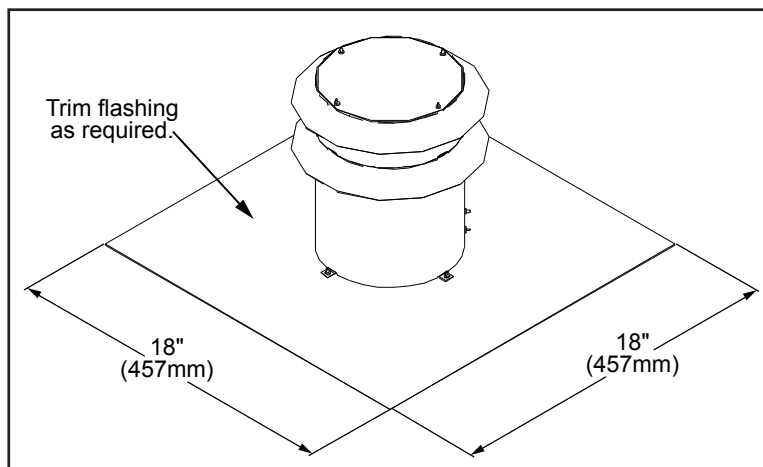

Figure 29: Dimensions du Bouchon Vertical de Conduit
**Note:** Pour une cheminée de plus de 15'(4.6 m), installer le E20 15' 2" et 3" Flex Vent (partie # 50-1512) et la E20 2" et 3" Flex Coupleurs (partie # 50-1513). Appliquer un cordon de mastic sur le coupleur (Mill Pac-Black mastic pour la Ø3" (76mm) et de silicone à haute température pour le Ø2" (51mm)) Glissez au fin de la réunion du flex, le coupleur et fixer chaque joint en place avec trois (3) vis à tôle à travers le flex et dans le coupleur.
4. Le bouchon vertical de conduit peut être installé sur les cheminées avec des ouvertures de combustion jusqu'à 16" (406mm) x 16" (406mm) et le réel clignotant est de 18" x 18" (voyez figure 29). Si la cheminée est inférieure au plafond devrait être coupé vers le bas et repliés sur.
5. Appliquer un cordon de Mill Pac-Noire étanchéité sur la partie supérieure de la Ø3" (76mm) plaque de ventilation collier. Faites glisser le Ø3" (76mm) de ventilation flexible sur la buse et le fixer avec trois (3) vis à tôle régulièrement espacées.